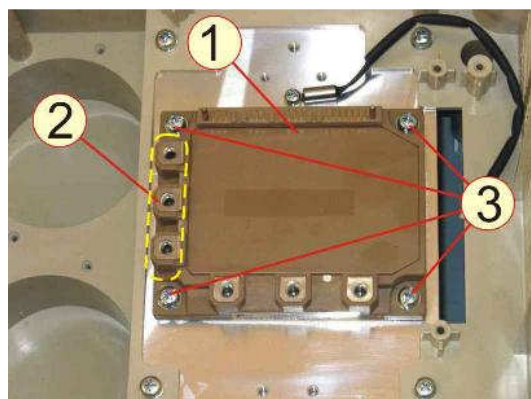

Рис.7.25
7.14.4 Вкрутить четыре винта 3 (рис.7.25) для предварительного крепления IGBT модуля.